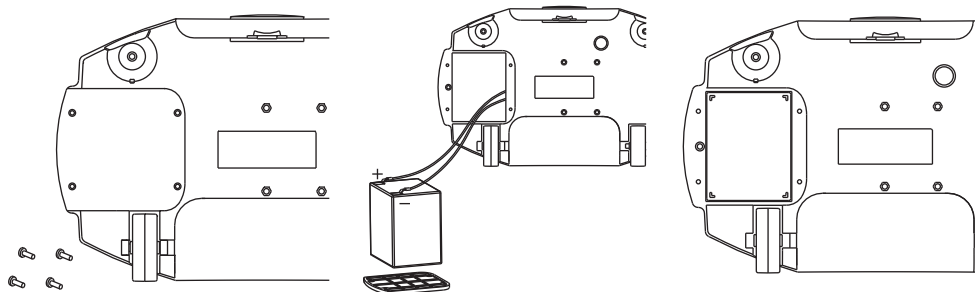

Рис.3
3. Для установки аккумуляторной батареи, переверните основание мойки и откройте специальную крышку, раскрутив 4 винта, далее присоедините зажимные контакты батареи к проводу электропитания (белый провод к красной клемме, чёрный провод к черной клемме), затем закрепите крышку обратно. - (рис.3)